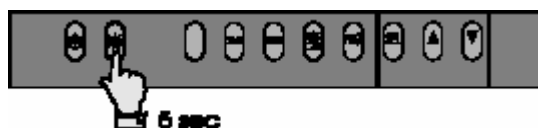

Рис. 26
- Нажать кнопку, показанную на рис. 26.